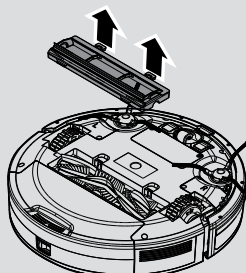

Fig. 11
2. Appuyez sur les attaches de la semelle pour retirer le couvercle de l'agitateur. [Fig. 11]